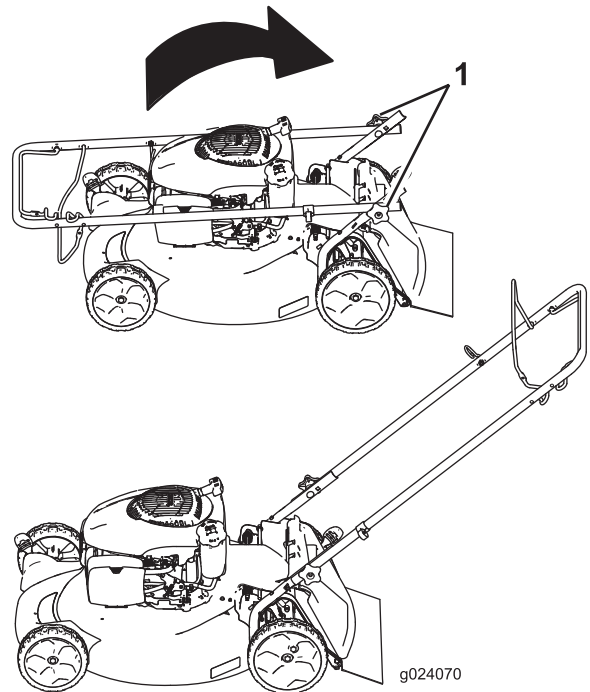

Figure 3
1. Retirez les boutons du guidon sur le carter de la tondeuse (Figure 3).
2. Placez le guidon en position d'utilisation (Figure 3).